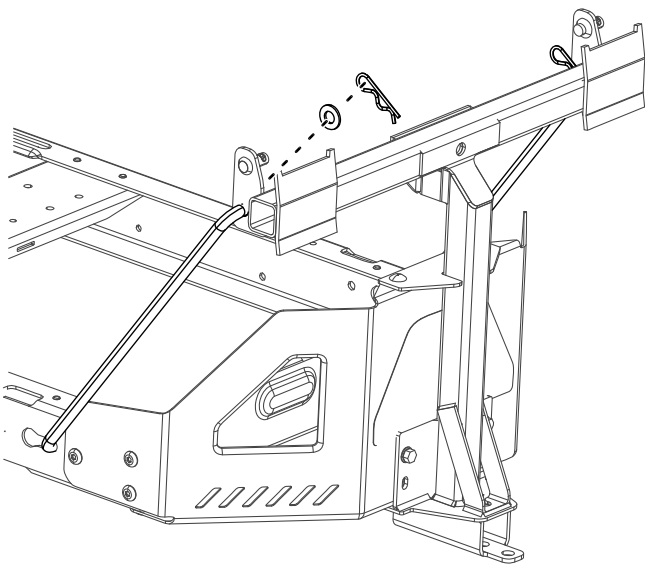

Bild 8
4. Setzen Sie das gebogene, flache Ende einer Stange in den verkeilten Schlitz an der linken Seite des Maschinenrahmens ein und bewegen die Stange nach hinten, damit sie im Rahmen sitzt (Bild 8).
5. Setzen Sie die gebogenen Enden der Stangen in die Anbaugerätfestigung ein, wie in Bild 8 abgebildet, und befestigen Sie das Ende jeder Stange mit einer Scheibe und einem Splint.
2. Montieren Sie die Schwenkhalterungen am Drehrahmen (Bild 8).